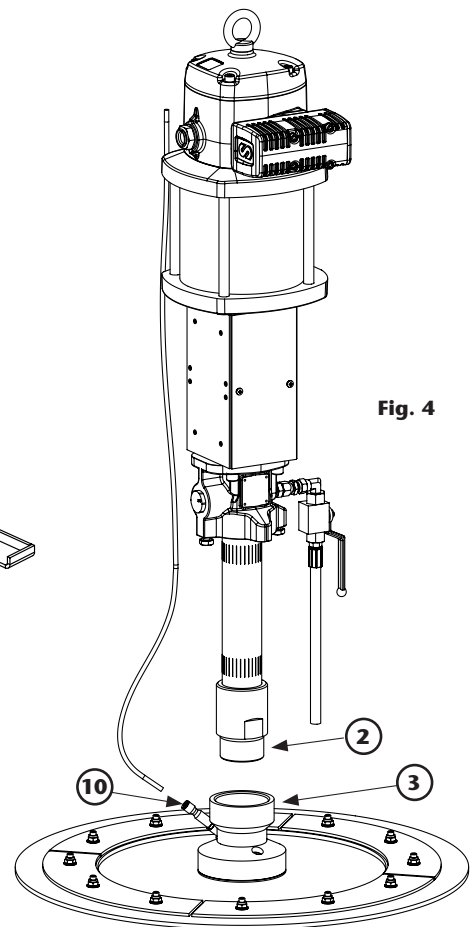
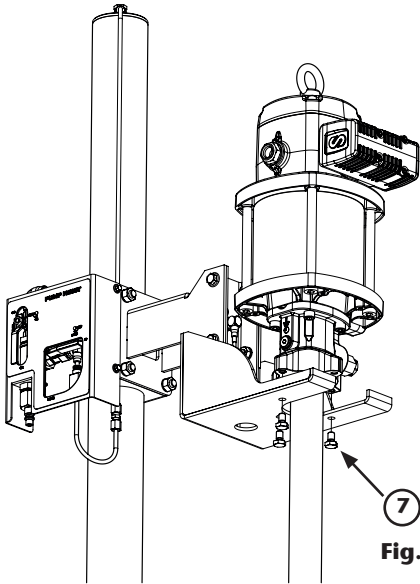
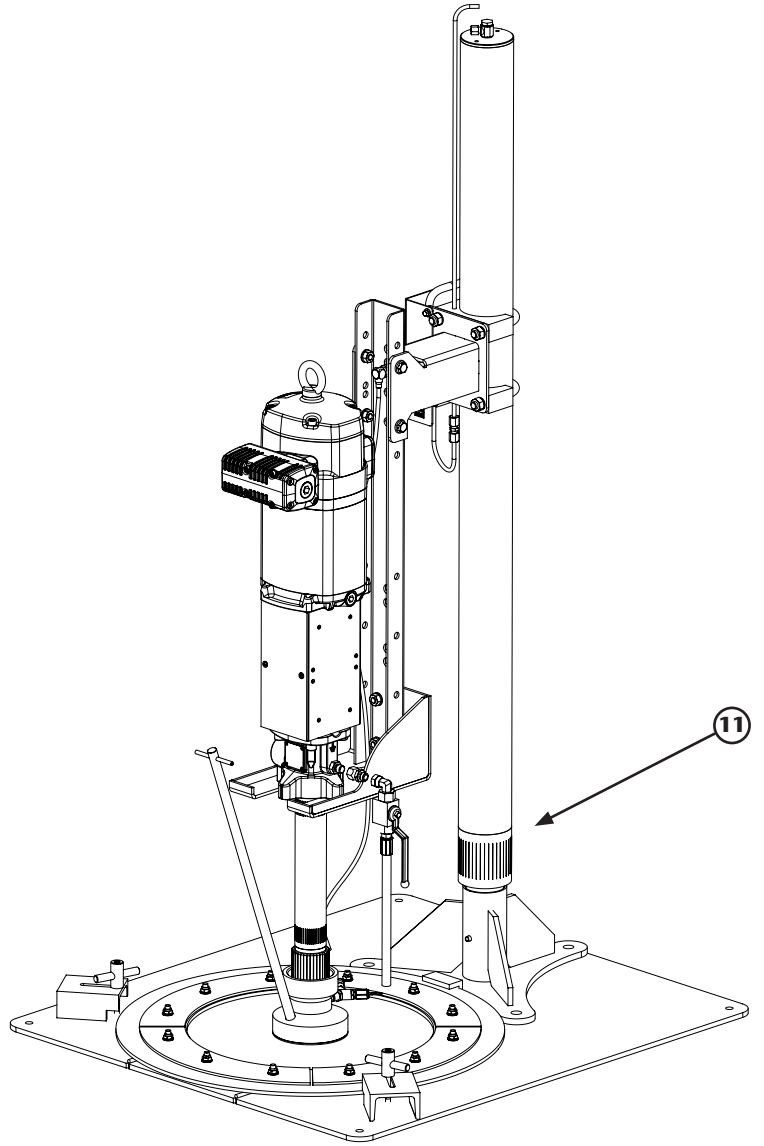

Fig. 4
Fig. 7
Fig. 9
2. Si la bomba incluye el plato seguidor (754205) (fig. 4): Aplique cinta de teflón en la rosca de admisión de fluido en la bomba (2) y atorníllela a dicho plato (3).
4. Para el resto de modelos fije la bomba al soporte bomba mediante los tres tornillos (7) (fig. 7). Atornille el racor (8) a la alimentación de la bomba y conéctelo al tubo de 12 mm (9). Para los modelos con el plato seguidor, conecte también el tubo de 6 mm a la válvula antiretorno (10) (fig. 4). Para los modelos de bomba (542010, 542011, 543010, 543011, 544010) instale el racor recto (11) (fig. 9).